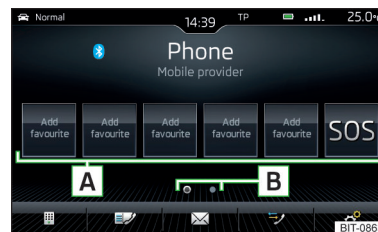

Fig. 204
- ▶ Appuyez dans le menu principal *Téléphone* sur la touche de fonction libre souhaitée **A** » fig. 204 .
- ▶ Pour **modifier le groupe de mémoire**, appuyez sur la touche **B** » fig. 204.
- ▶ Pour **sélectionner**, appuyez sur la touche de fonction **A** » fig. 204.
- ▶ Maintenez dans le menu *Téléphone* la touche de fonction souhaitée **A** » fig. 204 **enfoncée**.